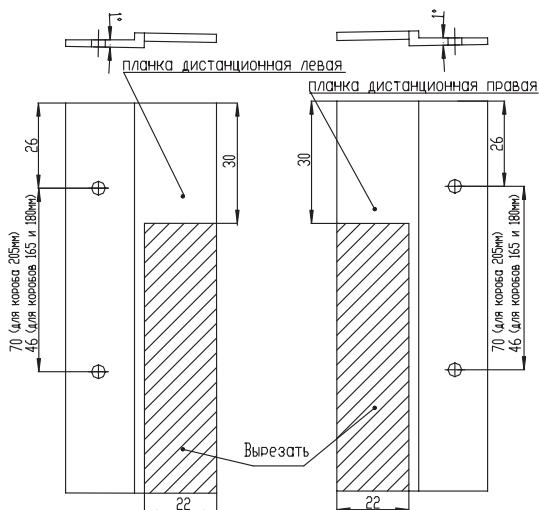

Рис. 4. Разметка отверстий на дистанционных планках
- 2) в планке выполнить вырезы и просверлить два отверстия **Ø 4,2 мм** (рис. 4). Планка имеет две горизонтальные полки, одна из которых сужается под углом 1°. Вырез следует выполнять в полке, не имеющей уклона;